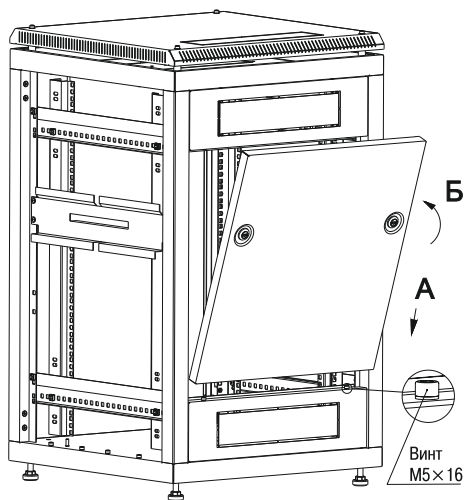

Рисунок 9
3.2.2 Для установки панели в шкаф необходимо установить два винта M5×16 с цилиндрической головкой в нижний ввод кабельный, затем состыковать круглые посадочные отверстия панели с винтами, установленными на нижнем вводе кабельном, затем перевести язычки замков в положение «закрыто» (рисунок 9).